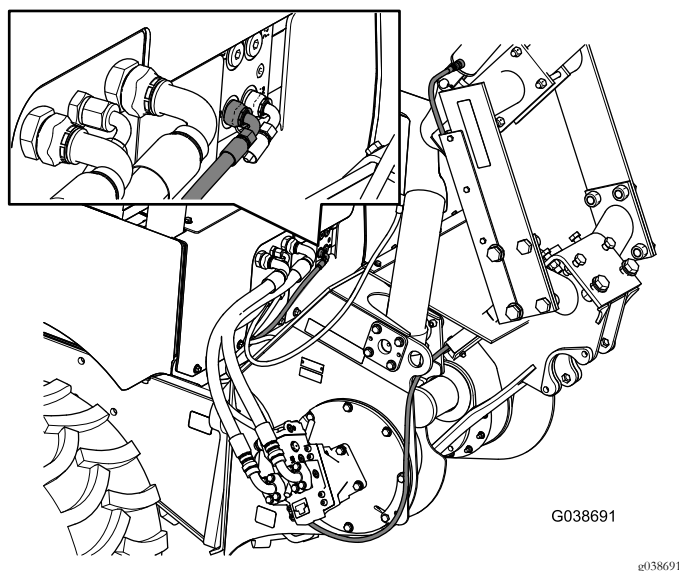

図 4
5. シリンダの下ポートから来ているホースを機体の左側のポートに取り付ける 図 4。